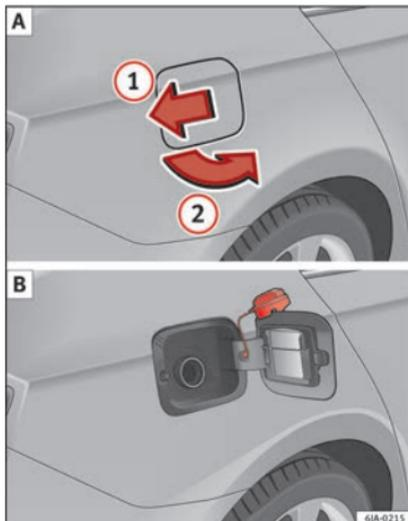

Fig. 48 Arrière du véhicule, côté droit : trappe à carburant/trappe à carburant avec bouchon dévissé.
- Appuyez sur la trappe du réservoir dans le sens de la flèche ① » » **fig. 48 A** et ouvrez la trappe dans le sens de la flèche ②.
- Accrochez le bouchon sur le bord supérieur de la trappe du réservoir » » **fig. 48 B**.